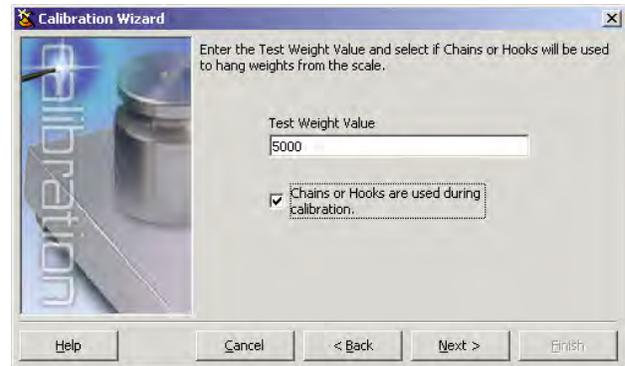

Figura 5-5. Pantalla *iRev* de Valores de Pesas de Prueba
3. Ingrese el peso de calibración (Figura 5-5). Si se emplean ganchos y cadenas, verifique la casilla abajo del ingreso del peso. Esto agrega un paso de recalibración del cero en la secuencia de calibración.